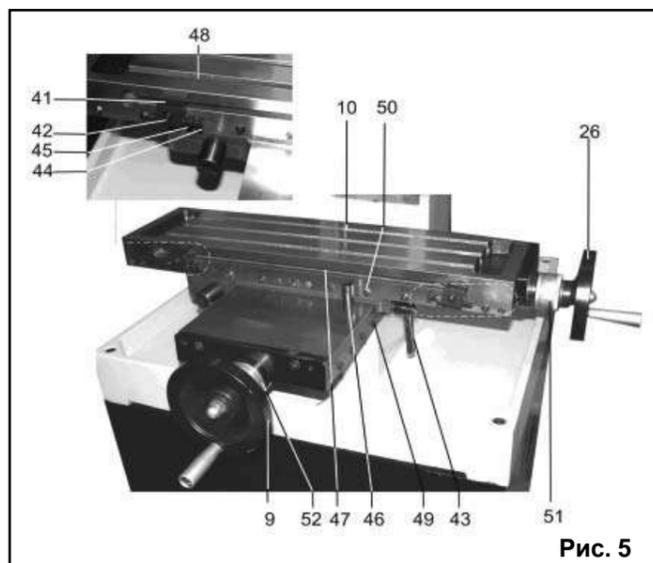

Рис. 5
9.1. Регулировки рабочего стола (Рис. 5)
10.1.3. Подача рабочего стола (10) производится вращением маховиков продольной и поперечной подачи (26) и (9), соответственно, и контролируется по шкале нониуса продольной подачи (51) и по шкале нониуса поперечной подачи (52), Рис. 5.
10.1.4. Устанавливать и закреплять заготовку на рабочем столе (10), Рис. 5, следует при помощи зажимов, адаптеров или тисков.
10.1.7. В процессе шлифования и горизонтально фрезерования (горизонтальное положение шпинделя) поперечная подача недопустима, поэтому настоятельно рекомендуем фиксировать поперечное положение рабочего стола (10) ручкой фиксации (43), Рис. 5.